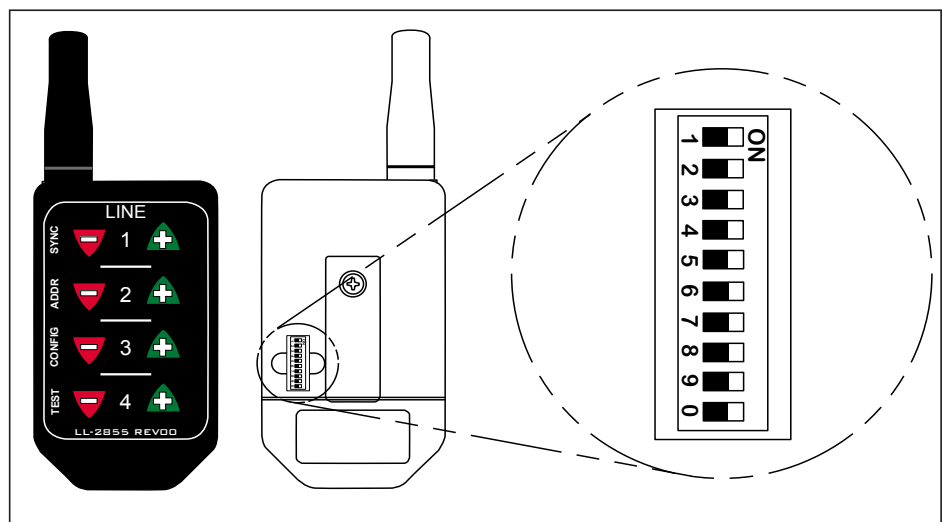

Figure 30: Boutons DIP de la clé électronique FLR3
- Retirez le petit couvercle à l'arrière de la clé électronique FLR3-100. Consultez la **Figure 30**.
- Pendant le démarrage de l'afficheur, ou dans les 5 minutes, maintenez appuyées les touches -1 et +1 jusqu'à ce que le décimal clignote 3 fois. Consultez la **Figure 30**.